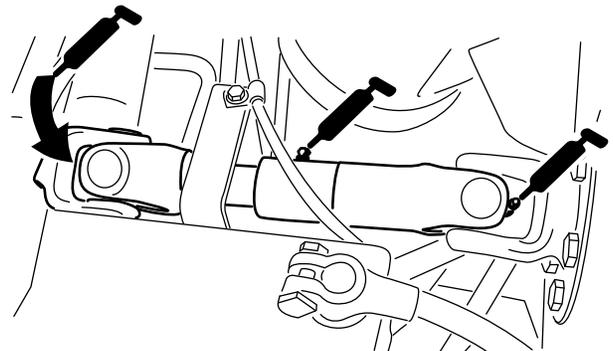

Рисунок 66
- Универсальный шарнир приводного вала насоса (3 шт.) (Рисунок 66)